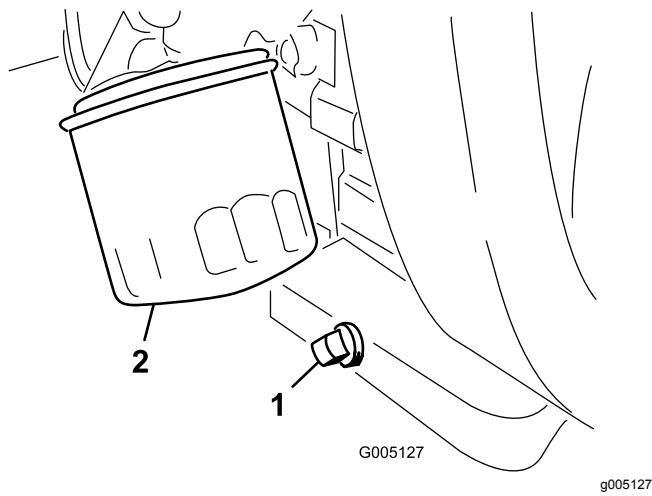

Figura 29
1. Retire el tapón de vaciado (**Figura 29**) y deje fluir el aceite a un recipiente apropiado.
2. Limpie las roscas del tapón de vaciado, aplique sellador de PTFE, e instale el tapón de vaciado (Figura 29).
3. Retire el filtro de aceite (Figura 29).